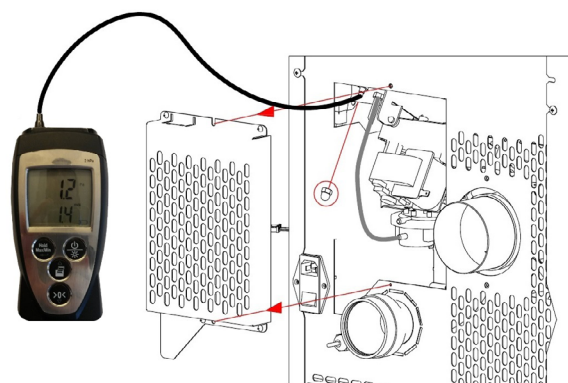

Fig. 65 - Aansluiting digitale drukregelaar
- Sluit een digitale drukregelaar aan met behulp van een slangetje om de onderdruk te meten (zie Fig. 65 op pag. 32).